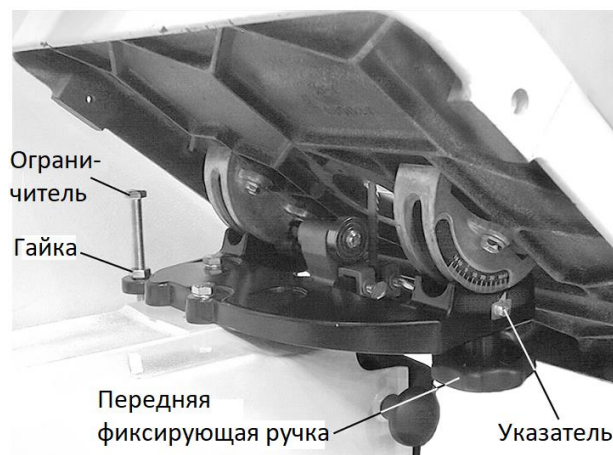

Рисунок 13
1. Ослабьте переднюю и заднюю ручки фиксации (рисунок 13).
3. Затяните обе ручки фиксации (рисунок 13).
***Примечание:** Чтобы обеспечить возможность наклона стола влево, необходимо отрегулировать ограничитель наклона стола (рисунок 13), опустив его вниз.
2. Ослабьте фиксирующие ручки (рисунок 13) и наклоните стол влево до упора в ограничитель наклона стола.
5. Ослабьте контргайку и поверните ограничитель наклона стола (рисунок 13) влево или вправо, чтобы поднять или опустить его. Затяните контргайку, чтобы зафиксировать положение ограничителя.